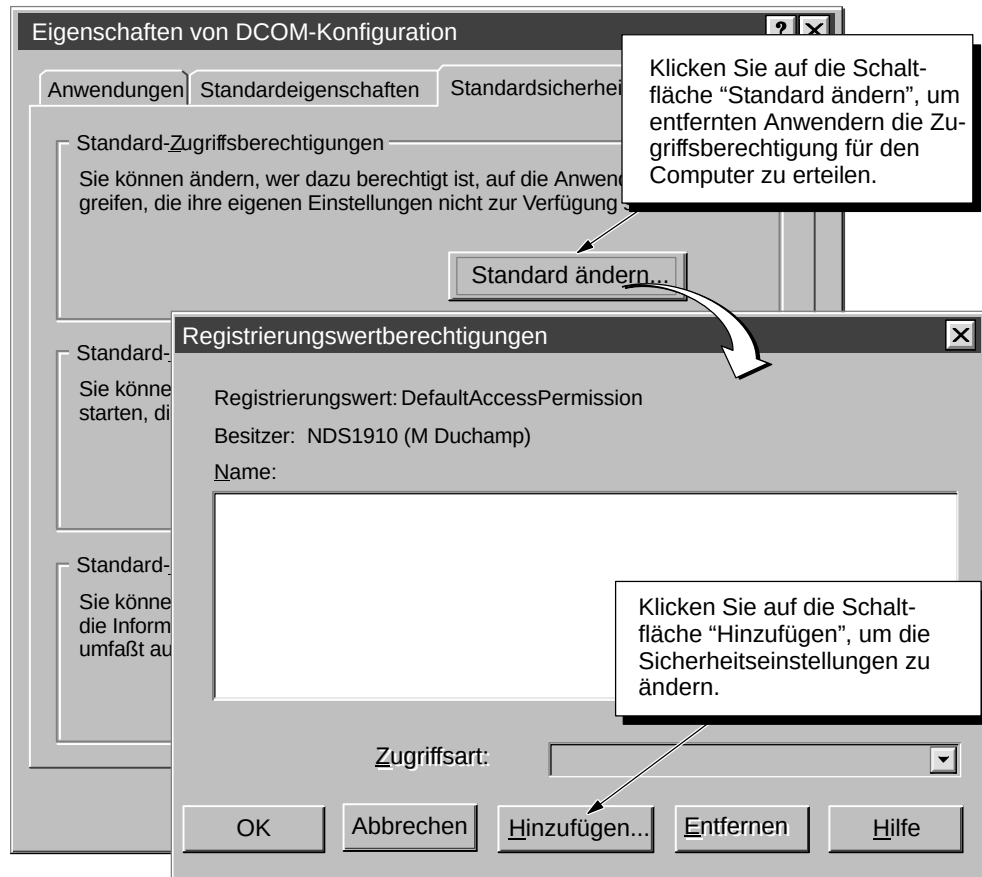

Bild E-5 Einrichten der Standardzugriffsberechtigungen für DCOM
1. Öffnen Sie das Register "Standardsicherheit", um die Optionen für den Zugriffsschutz in DCOM anzuzeigen (siehe Bild E-5).
8. Wählen Sie im Dialogfeld "Registrierungswertberechtigungen" die Schaltfläche "OK", um die Änderungen an den Standardzugriffsberechtigungen einzugeben. Das Dialogfeld "Registrierungswertberechtigungen" wird geschlossen und zeigt wieder das Dialogfeld "Eigenschaften von DCOM-Konfiguration" an (Bild E-5).